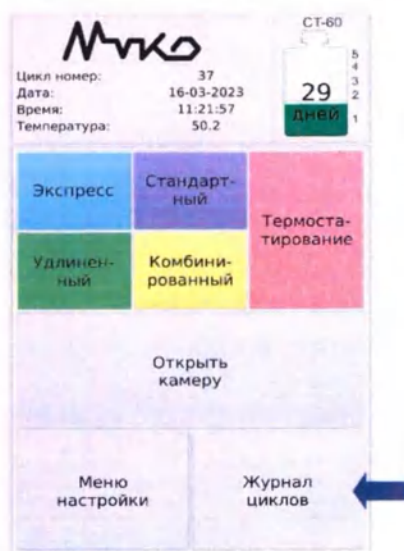

Рисунок 46
- в главном меню нажать клавишу «Журнал циклов» (Рисунок 46);